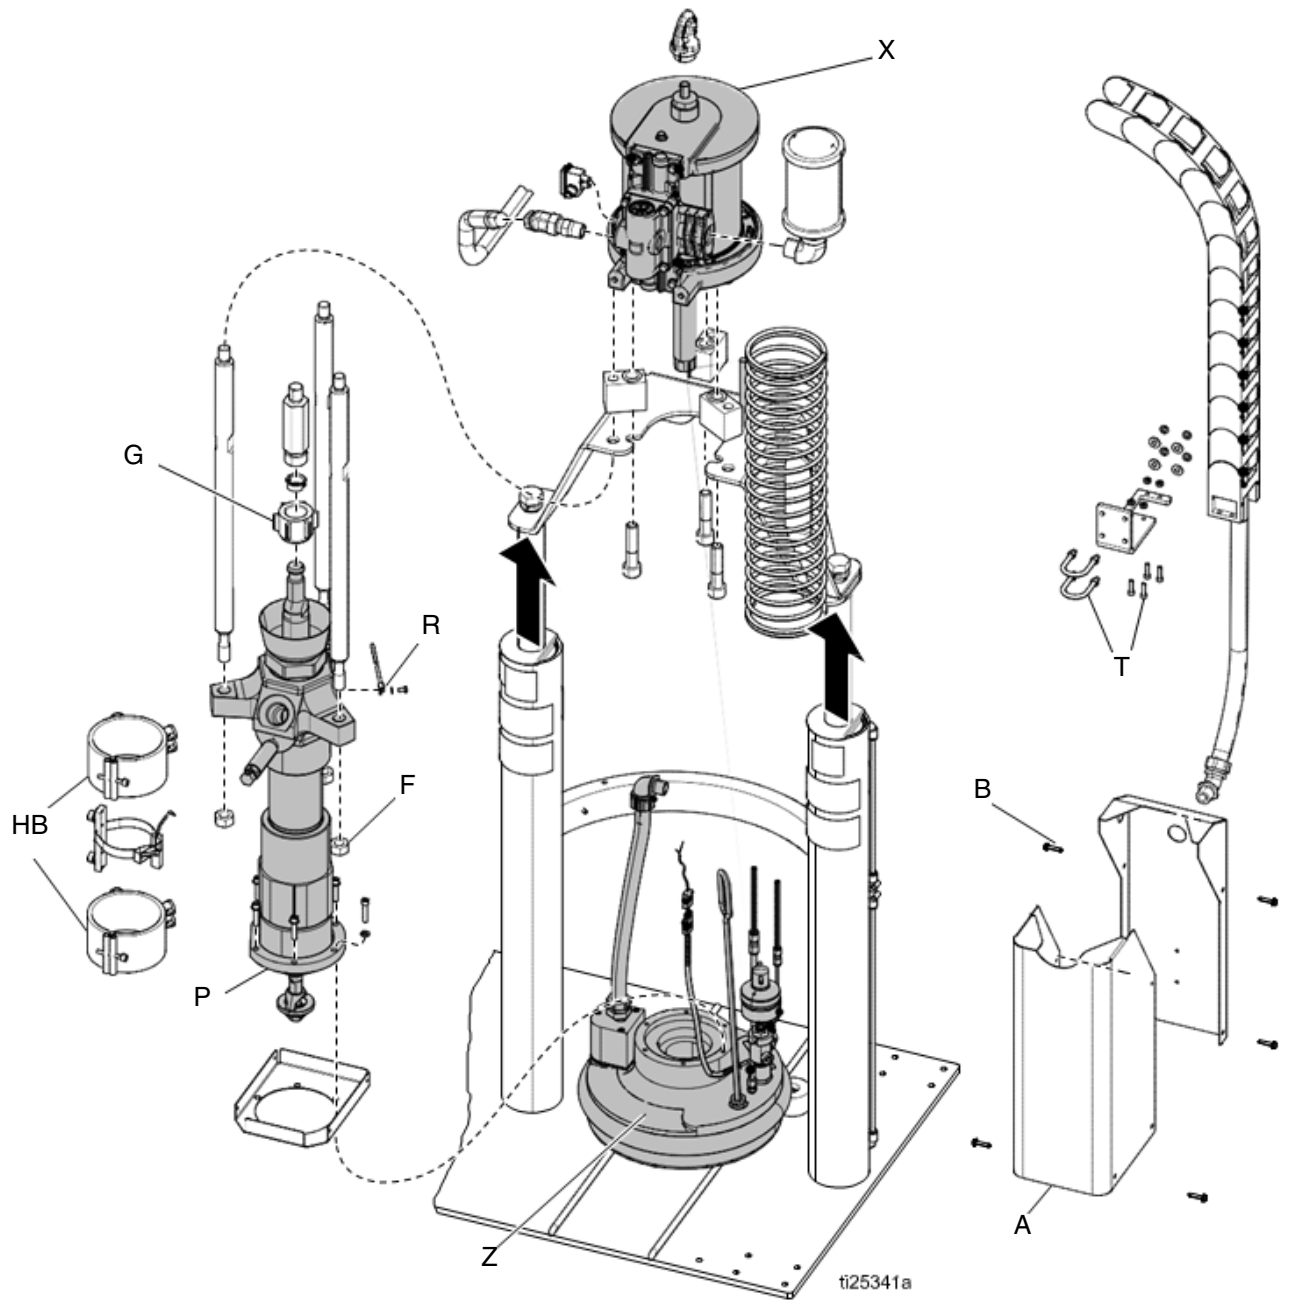

FIG. 28
2. Assicurarsi che il piatto sia in posizione bassa e la valvola direzionale del pistone (CC) sia in posizione neutra.
5. Sull'ADM, disattivare il riscaldamento del sistema (D).
8. Se il sistema comprende una protezione per la pompa, rimuovere l'involucro in lamiera della pompa (A). Vedere FIG. 28.
- a. Rimuovere le viti del pannello (B).
- b. Rimuovere le fasce riscaldanti (HB) e scollegare il filo di messa a terra (R).
11. Scollegare il cavo elettrico dal motore pneumatico (X).
13. Rimuovere i dadi (F) dai tiranti della pompa/del motore pneumatico in corrispondenza dell'estremità della pompa.
14. Rimuovere i dadi e i bulloni (T) che fissano il tratto di cavo alla piastra di supporto del motore pneumatico. Fare scorrere la catena portacavi verso l'esterno della piastra di fissaggio.
16. Allentare del tutto l'accoppiatore dell'asta della pompa (G) di collegamento all'asta del motore pneumatico.